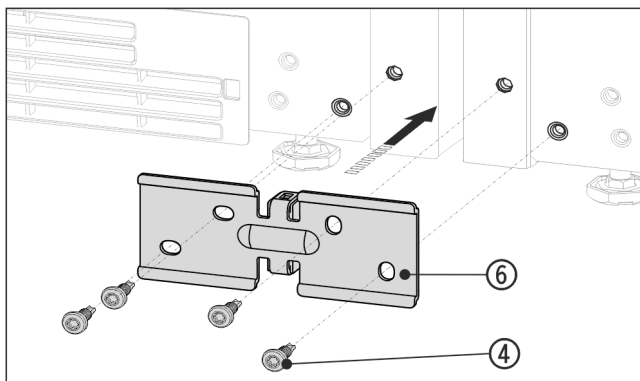

Fig. 15 Példaként szolgáló ábrázolás
- ▶ Tolja a rögzítővasat Fig. 15 (6) és a távtartót a készülékek közé, majd lazán húzza meg a 4 csavart Fig. 15 (4).